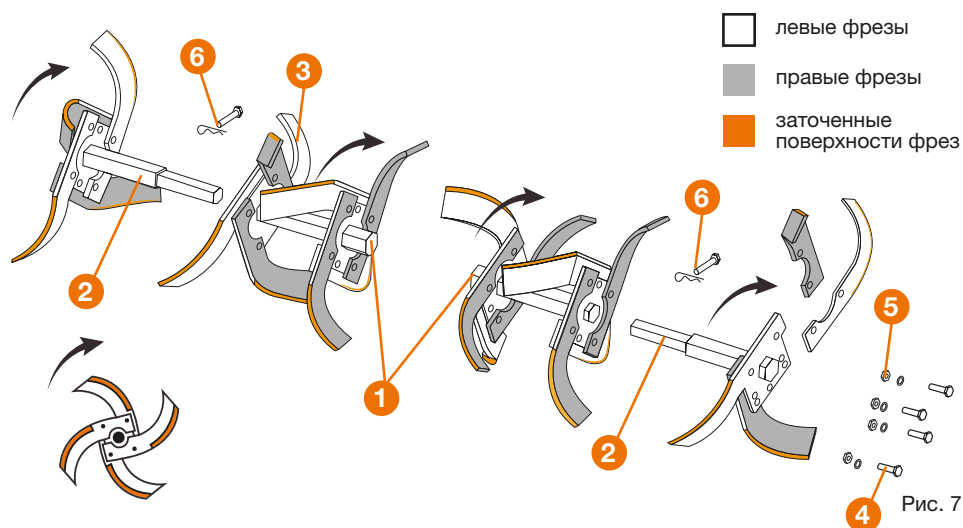

Рис. 7
Последовательно установите фрезы на фланцы осей (рис. 7).
- Соберите фрезы согласно схеме на рис.7.